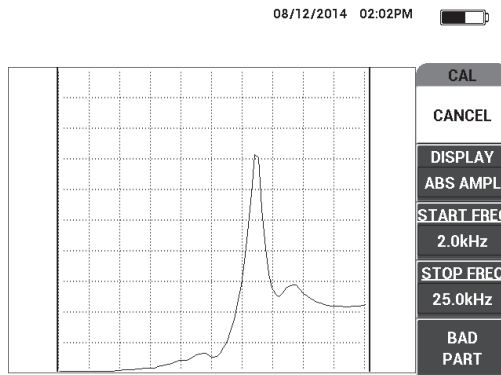

Figura 6-63 Il segnale per il difetto di dimensioni minore
4. Posizionare l'estremità della sonda al di sopra del difetto di dimensioni minori, oppure il più critico, ed in seguito premere **PEZZO NON CONFORME** (tasto E) [vedere Figura 6-63 a pagina 186].